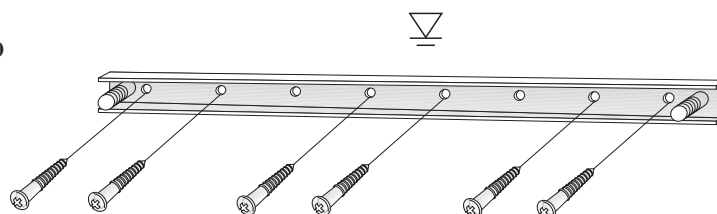

Рис. 4
- Отметьте на стене положение (как минимум) шести отверстий согласно рис. 4.